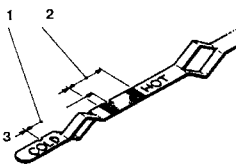

Рис. 7.2 Отметки на щупе для проверки уровня жидкости автоматической коробки передач (См. Раздел 3)
2. Уровень жидкости зависит от ее температуры в момент проверки. На щупе для проверки уровня жидкости нанесены отметки (hot) и (cold) (горячая и холодная). См. Рис. 7.2. Уровень жидкости горячей коробки передач необходимо проверять сразу после того, как автомобиль проехал по городу в течение 10 минут.